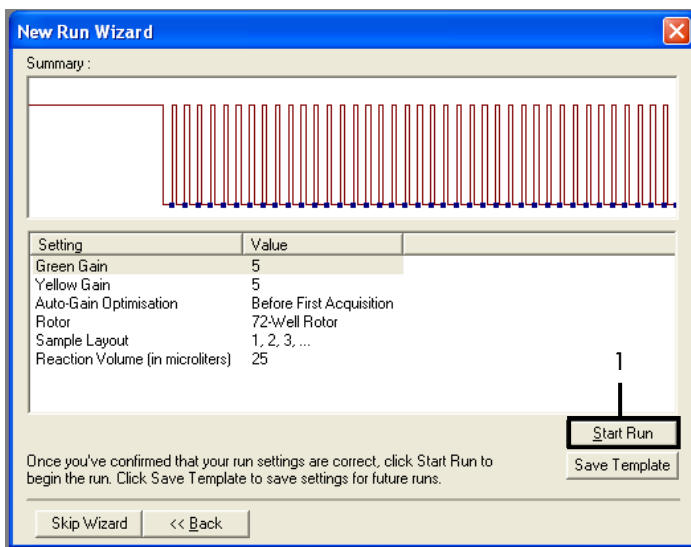

Figure 36. Boîte de dialogue « New Run Wizard » (Assistant nouveau cycle) et écran de résumé (1 = « Start Run » [Démarrer le cycle]).
5. Vérifier le résumé puis cliquer sur Start Run (Démarrer le cycle) pour enregistrer le fichier de cycle et lancer le cycle (figure 36).